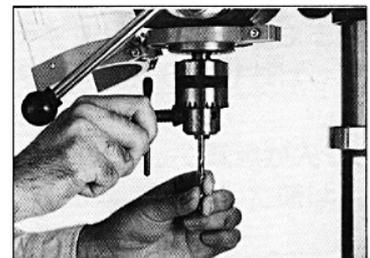

図12-2
調整後は、カバー調整ボルト・ボルト止めをしっかりとめて下さい。図12-2
- (2) ドリル刃の交換等の際は、スイッチを一旦OFFにしてカバーを上を持ち上げて下さい。再び穴あけ作業をする場合は、カバーを降ろしてからスイッチをONにして下さい。図12-2